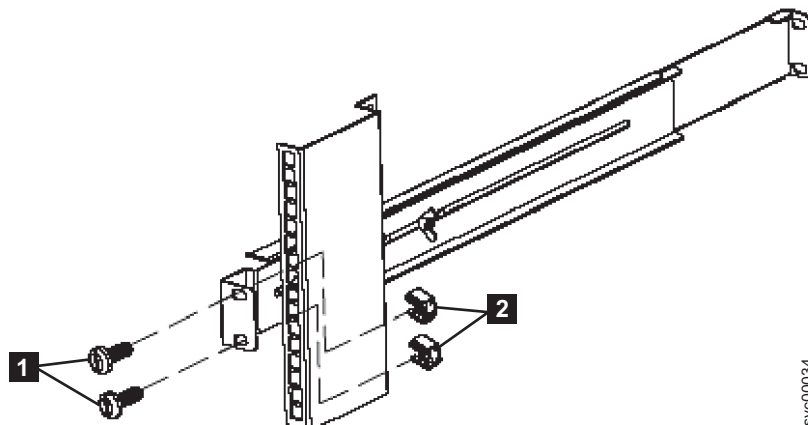

図 17. 2145 UPS 1U への背面レールの固定
6. 2 つの M6 × 10 ねじ **1** (図 17) と 2 つのクリップ・ナット **2** を使用して、レールをラック背面に取り付けます。